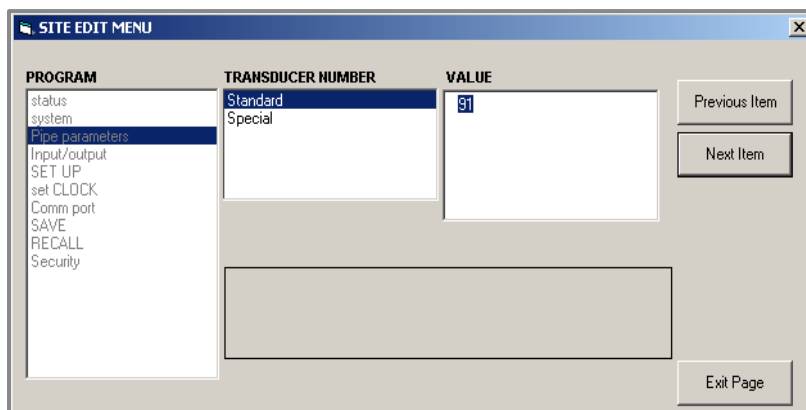

Рисунок 40: «Pipe Parameters» (Параметры трубопровода) в меню «Site Edit» (Редактирование файла объекта)
На рис. 40 показана утилита с расходомером в сети (Panametrics Flow-XMT).
1. Дважды щелкните блок аналогового входа, для которого необходимо настроить единицы измерения (ANALOG_INPUT_1 или ANALOG_INPUT_2 в дереве под PanametricsFlow-XMT; см. рис. 40 на стр. 98).
1. Дважды щелкните блок преобразователя FLOW (в дереве под GEFlow-XMT; см. рис. 40 на стр. 98).